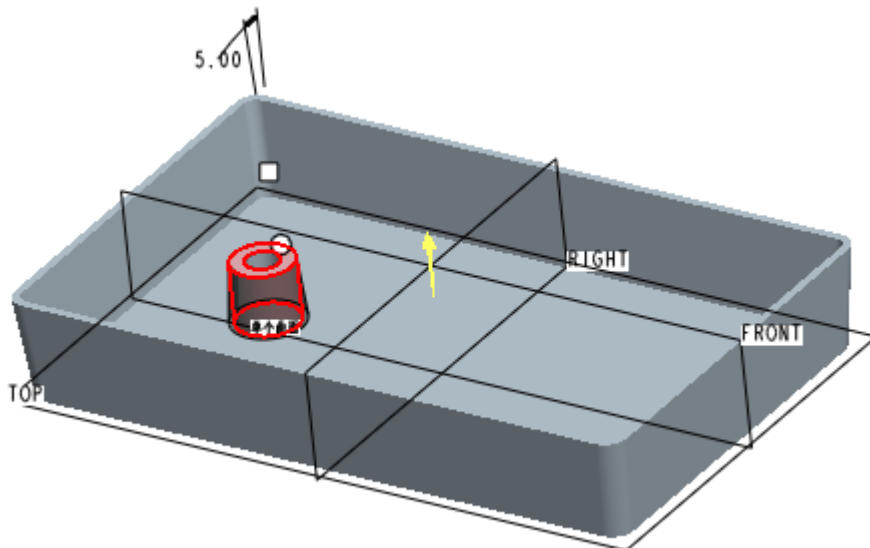

图 46-16
- (1) 单击特征工具栏中的 ，打开拔模特征操控板。
- (2) 选择安装柱的上端面为“拔模枢轴”，选择安装柱的侧面为拔模曲面。
- (3) 调整拔模方向为如图 46-16 所示。